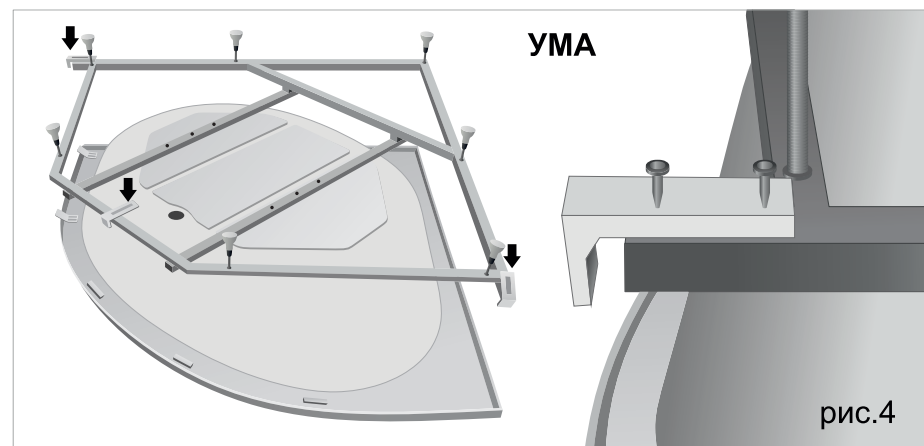

рис.4
- На низ каркаса рис.4 (на опорной ножке зафиксировав крепление между гайками рис.5) необходимо установить крепление экрана уголок.